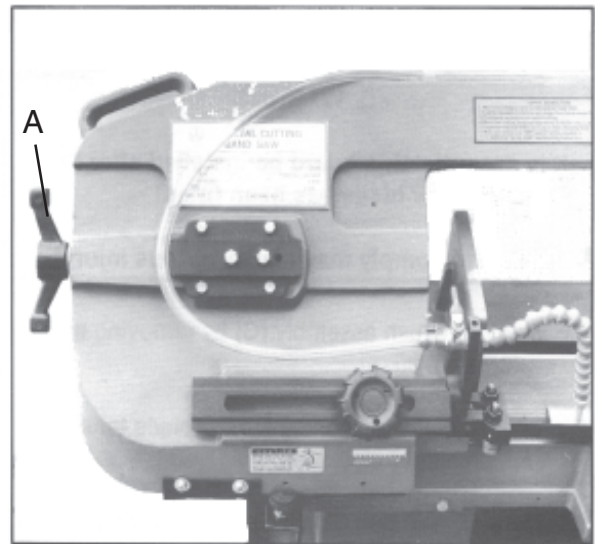

Fig. 9
4. Das Band mittels Spanngriff (A, Fig 9) $1 \frac{3}{4}$ Umdrehungen spannen.